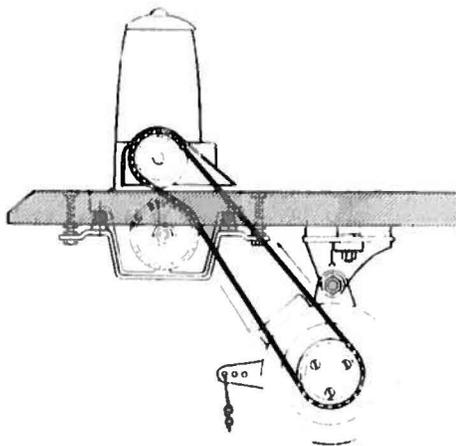

fig. 1
- 1 Montare la cinghia di trasmissione secondo lo schema (fig. 1)